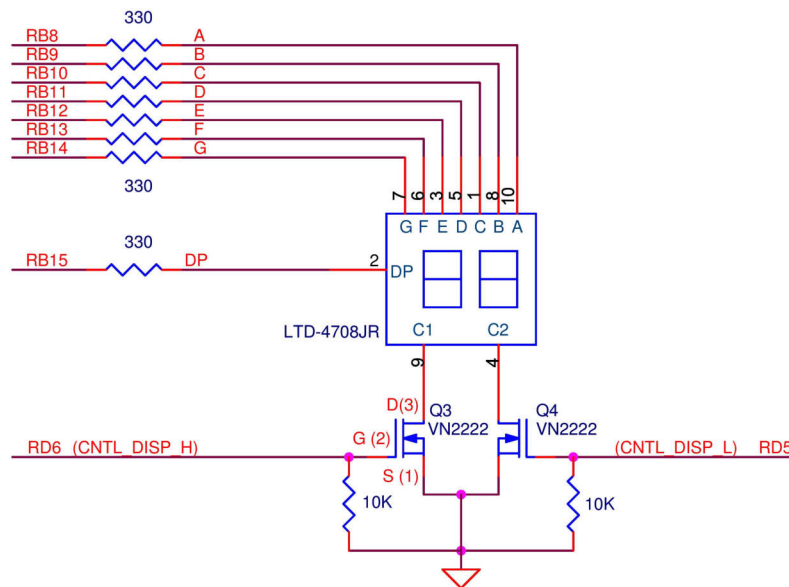

Figura 3. Ligação de dois *displays* de 7 segmentos ao porto B do PIC32.
3. A Figura 3 apresenta o esquema elétrico de ligação de dois *displays* de 7 segmentos a portas do PIC32 (Porto B: **RB8** a **RB15**; Porto D: **RD5** e **RD6**). Cada um dos *displays* pode ser ativado ou desativado através dos transístores Q1 e Q2 ligados aos portos **RD5** e **RD6**, respetivamente. Com esta configuração, os *displays* funcionam em modo alternado, uma vez que o barramento de dados é comum aos dois.
- Monte os 2 *displays* de 7 segmentos e os dois transístores, de acordo com o esquema da Figura 3. Verifique no *datasheet* do *display* de 7 segmentos (disponível no *moodle* da UC) qual a correspondência entre cada segmento e o respetivo pino físico.
- Ligue os dois transístores ao circuito. Verifique previamente quais os pinos físicos correspondentes à *gate* (G), *drain* (D) e *source* (S) (note que a montagem incorreta deste componente impede, ou limita, o bom funcionamento do circuito de visualização).